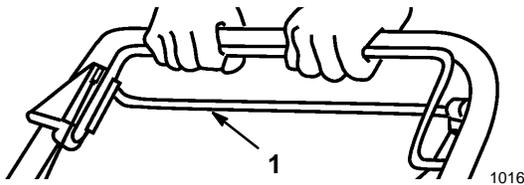

Abbildung 9
2. Zum Auskuppeln des Selbstantriebs den Selbstantriebsbügel lösen (Abb. 9). Dann den Rasenmäher mindestens 3 Zentimeter (1") nach vorne schieben.